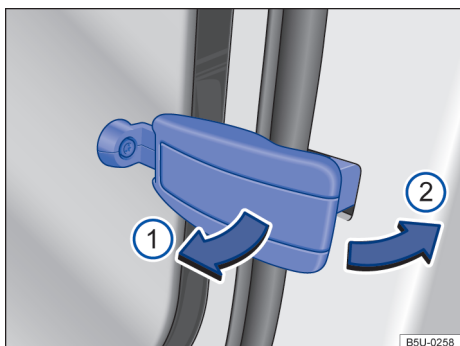

Fig. 61 Fechar o vidro basculante traseiro.
- Puxar a alavanca de travamento no sentido da seta → Fig. 61 ① para dentro.
- Pressionar a alavanca de travamento no sentido da seta → Fig. 61 ② para trás, até que ela se trave e o vidro esteja fechado.